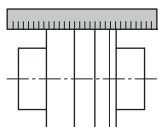

fig. 12: Kontroll av radiell justering med en linjal
- Alternativt går det att kontrollera den radiella kopplingsjusteringen med en linjal (se fig. 12).